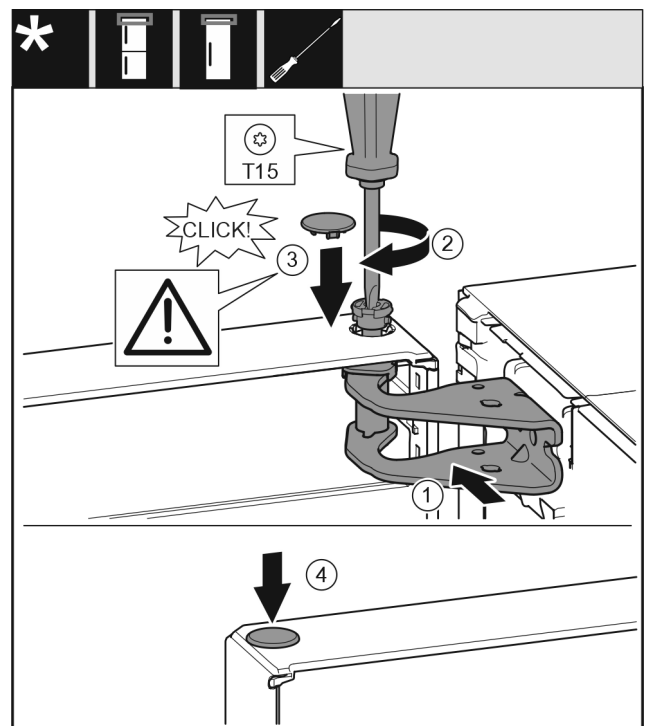

Fig. 22
- ▶ Tür oben zur Öffnung im Lagerbock ausrichten. Fig. 22 (1)
- ▶ Bolzen einsetzen und mit Schraubendreher T15 festschrauben. Fig. 22 (2)
- ▶ Sicherungsabdeckung zur Sicherung der Tür montieren: Sicherungsabdeckung einsetzen und Kontrollieren ob sie auf der Tür aufliegt. Ansonsten Bolzen vollständig einsetzen. *Fig. 22 (3)*
- ▶ Stopfen einsetzen. *Fig. 22 (4)*